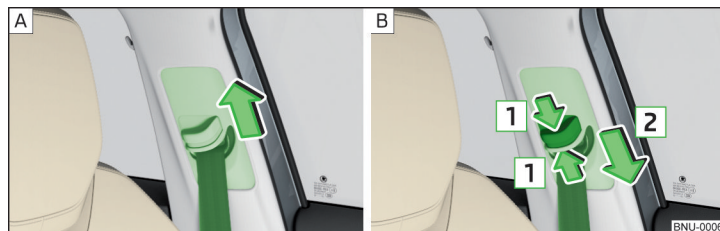

Fig. 17 Ajuste en altura del cinturón para los asientos delanteros
- Desplazar la guía **hacia arriba** en sentido de la flecha » **fig. 17** - **[A]**.
- **O bien:** Comprimir el seguro en el sentido de la flecha **[1]** deslizar la guía **hacia abajo** en el sentido de la flecha **[2]** » **fig. 17** - **[B]**.